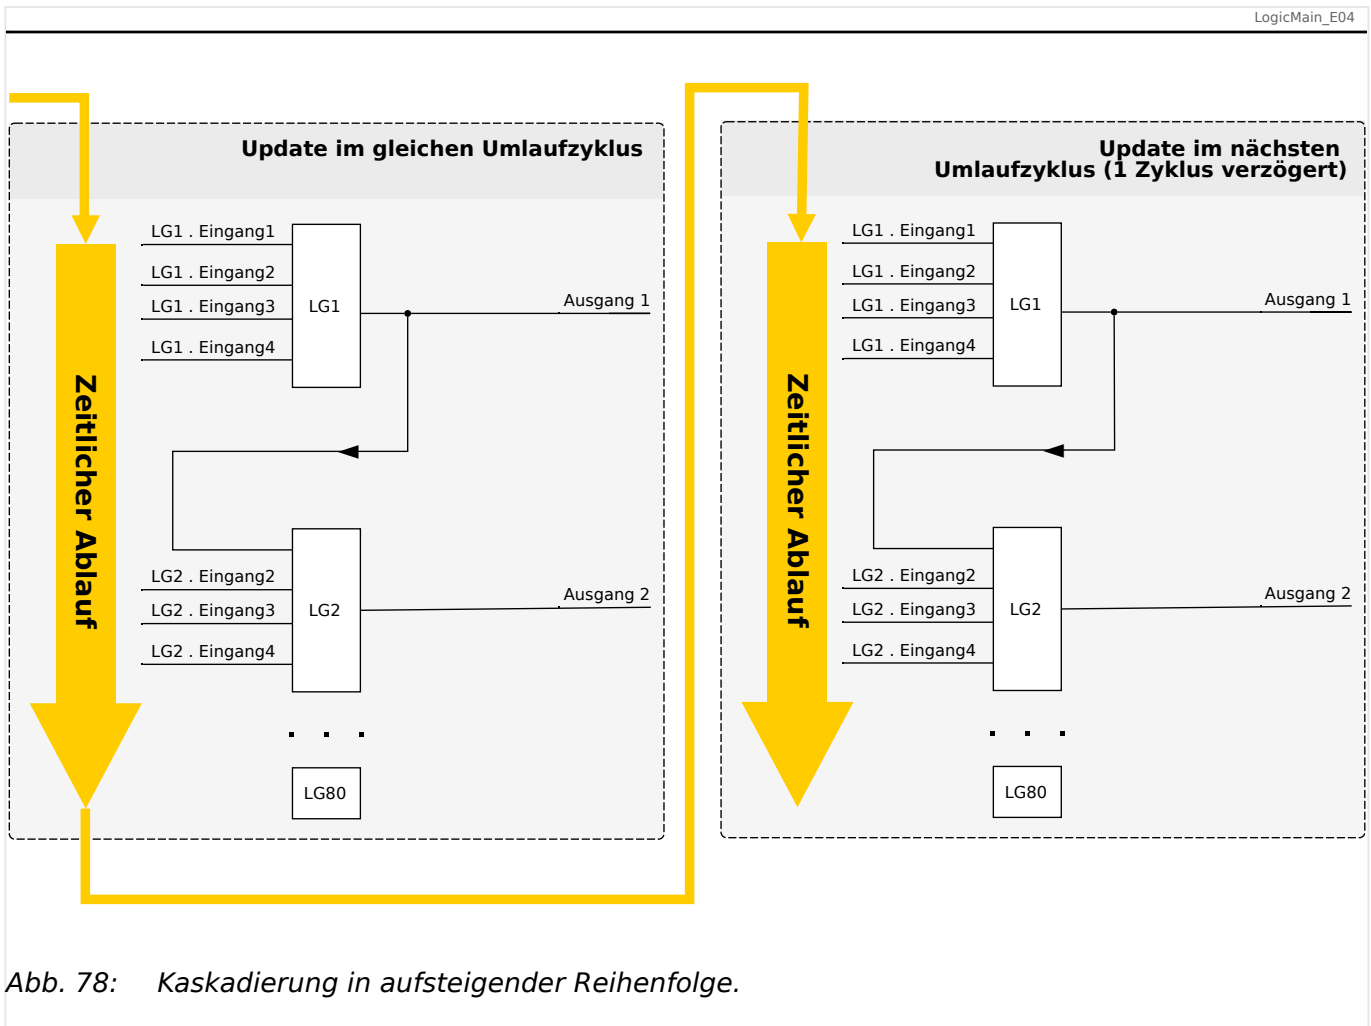
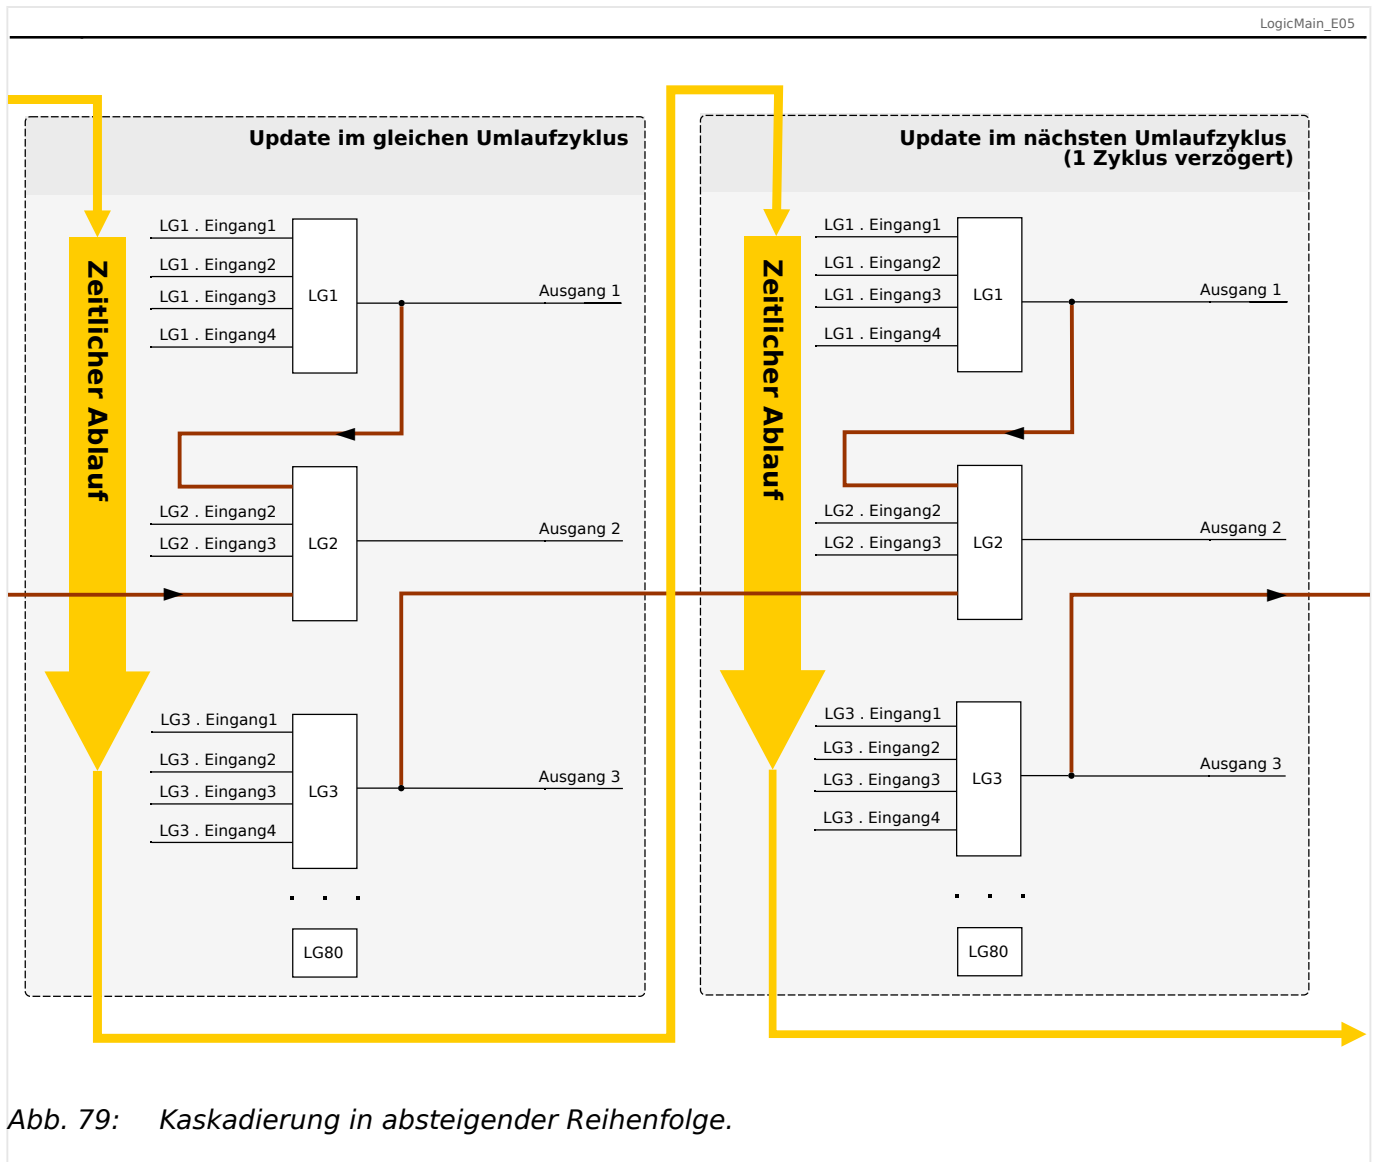

Abb. 78: Kaskadierung in aufsteigender Reihenfolge.
Abb. 79: Kaskadierung in absteigender Reihenfolge.
- Kaskadierung in **aufsteigender** Reihenfolge bedeutet, dass der Ausgang einer Logikgleichung auf den Eingang einer Logikgleichung mit **höherer** Nummer rangiert wird. Das Diagramm  Abb. 78 weiter unten zeigt ein Beispiel, bei dem der Ausgang von LG1 auf einen Eingang von LG2 rangiert wird.
- Kaskadierung in **absteigender** Reihenfolge bedeutet, dass der Ausgang einer Logikgleichung auf den Eingang einer Logikgleichung mit **niedrigerer** Nummer rangiert wird. Das Diagramm  Abb. 79 zeigt ein Beispiel, bei dem der Ausgang von LG3 auf einen Eingang von LG2 rangiert wird.
Bei der Konfiguration des Schutzgerätes bestehen keinerlei Einschränkungen oder Unterschiede zwischen aufsteigender und absteigender Reihenfolge. Da allerdings während der Laufzeit des MRU4 die Logikgleichungen in aufsteigender Reihenfolge ausgewertet werden, haben die resultierenden Ausgangswerte, die am Eingang der Logikgleichung anstehen, ein unterschiedliches „Alter“, wie in  Abb. 78 und  Abb. 79 veranschaulicht wird.
Das in Abb. 79 gezeigte Beispiel zeigt eine Konfiguration von „Logikgleichung 2“, die den Ausgang von zwei weiteren Logikgleichungen, „Logikgleichung 1“ und „Logikgleichung 3“, als Eingangszustände verwendet. Hierbei ist der Ausgang von „Logikgleichung 1“ in aufsteigender Reihenfolge verwendet, sodass der Wert in jeweils demselben Prozesszyklus ermittelt wird. Der Ausgang von „Logikgleichung 3“ wird in absteigender Reihenfolge verwendet, sodass der Wert in dem jeweils vorherigen Prozesszyklus ermittelt wurde.